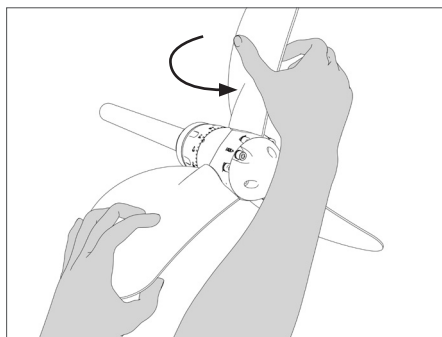

FIG. 22 | Portare le pale in posizione di bandiera
- Portare le pale nella posizione di bandiera (**Fig. 22 - 23**).